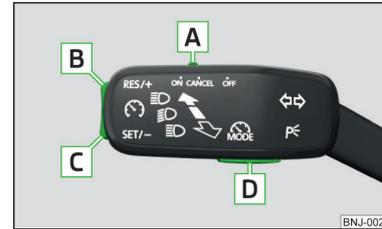

Abb. 131
**Übersicht der Bedienelemente der GRA » Abb. 131**